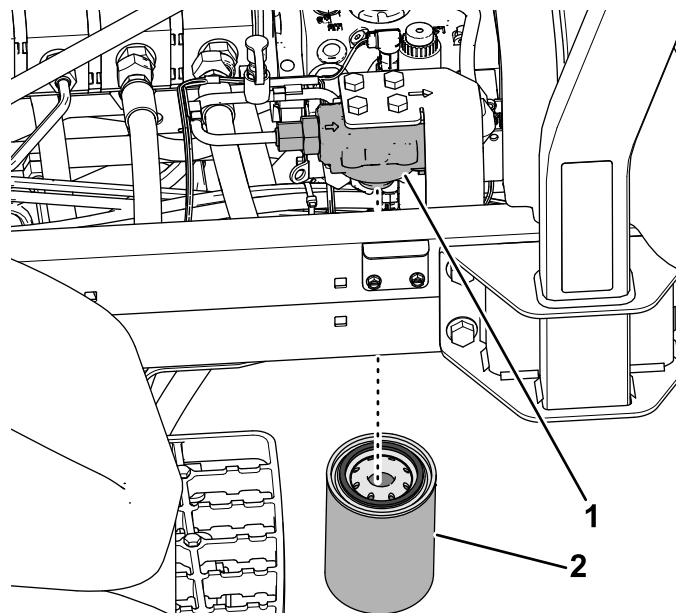

Figura 107
3. En el lado izquierdo de la máquina, coloque un recipiente de vaciado debajo del filtro hidráulico (Figura 107).